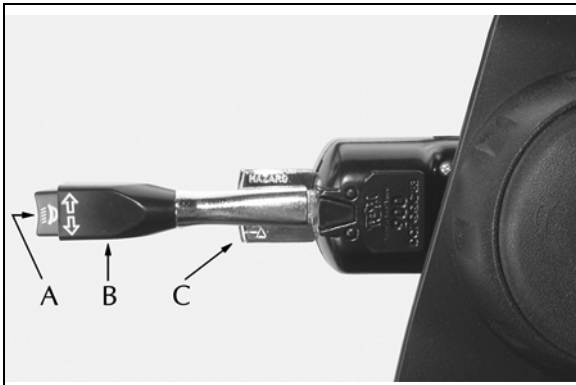

Figure 14
El control montado en la columna del tractor Kalmar tiene tres funciones. Está ubicado al lado izquierdo de la columna de dirección (Figure 14).
1. Si la palanca se lleva hacia delante (Figure 14, B), se activa la señal direccional a la derecha. Si se la mueve hacia atrás se activa la señal direccional a la izquierda. Esta señal no se cancela automáticamente, por lo que la palanca se debe regresar a la posición central (apagado) manualmente después de conectarla. Las flechas verdes del tablero se encienden y parpadean cuando se activa el interruptor.
2. El botón en el extremo de la palanca hace funcionar las luces altas (Figure 14, A). Los faros deben estar encendidos para que funcione el interruptor. Cuando las luces altas están encendidas, se encenderá el indicador correspondiente en el tablero.
3. El interruptor que se jala debajo de la palanca enciende las luces de emergencia (Figure 14, C). Para encenderlas, jale el interruptor. Para apagarlas, lleve la palanca de la señal direccional hacia delante o hacia atrás.